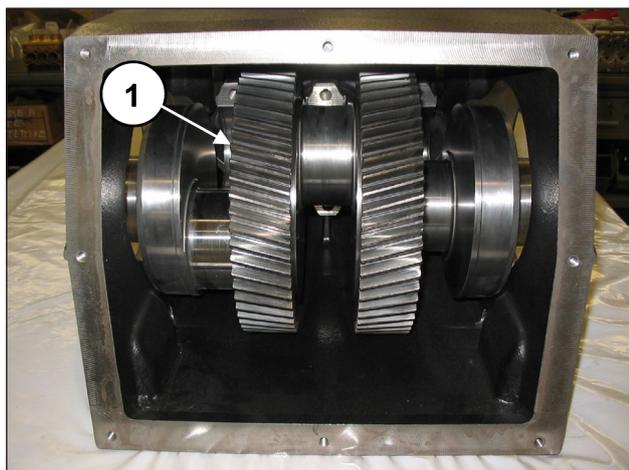

Fig. 51
**A inserção do eixo de manivela no carter deve ser efetuada de modo que os dentes da coroa fiquem voltados, como na Fig. 51.**